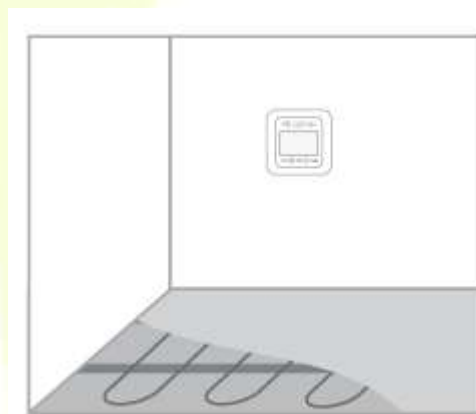

Рис. 6
8. Залейте цементно-песчаную стяжку (Рис. 6).